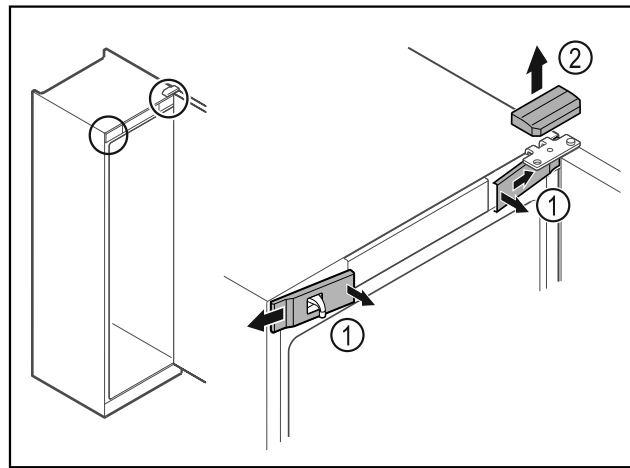

Fig. 13
▶ Pattintsa ki belül az elülső burkolatokat Fig. 13 (1), és tegye félre.
▶ Vegye le felfelé a felső burkolatot Fig. 13 (2).